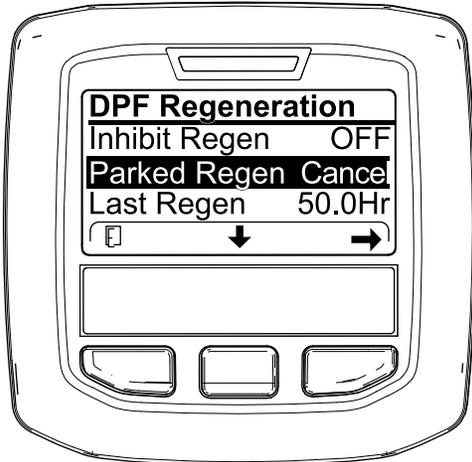

Figura 65
1. Accedete al menu DPF Regeneration (Rigenerazione FAP) (Figura 65).
2. Premete il pulsante centrale per scorrere il menu verso il basso fino all'opzione PARKED REGEN CANCEL (Figura 65) o all'opzione RECOVERY REGEN CANCEL (Figura 66).
3. Premete il pulsante destro per selezionare la voce Cancel relativa alla rigenerazione (Figura 65 o Figura 66).